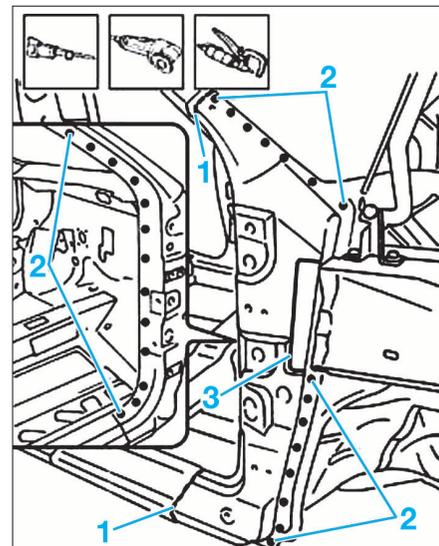

FIG. 13
• Découper et dépointer en zone (1), (2) et (3) (Fig.13).